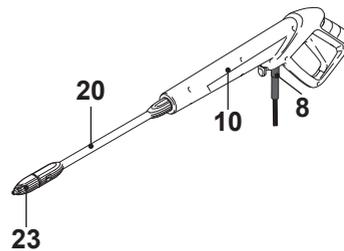

Fig. 17
- > Reliez la rallonge de canon (20) au pistolet (10), puis reliez la buse à détergent (22a) à la rallonge (20) (Fig. 17).